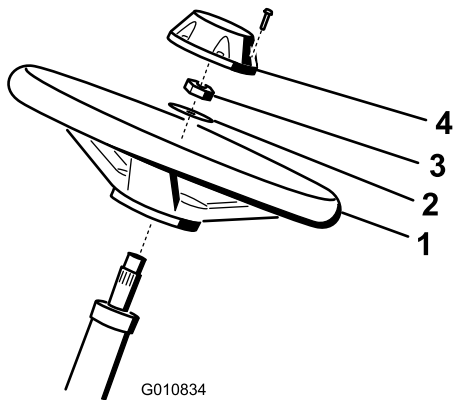

Figure 5
1. Glissez le volant sur l'arbre de direction (Figure 5).
2. Glissez la rondelle sur l'arbre de direction (Figure 5).
3. Fixez le volant sur l'arbre au moyen d'un contre-écrou serré à un couple de 27 à 35 N·m (Figure 5).
4. Montez le couvercle-moyeu sur le volant et fixez-le avec 6 boulons (Figure 5).